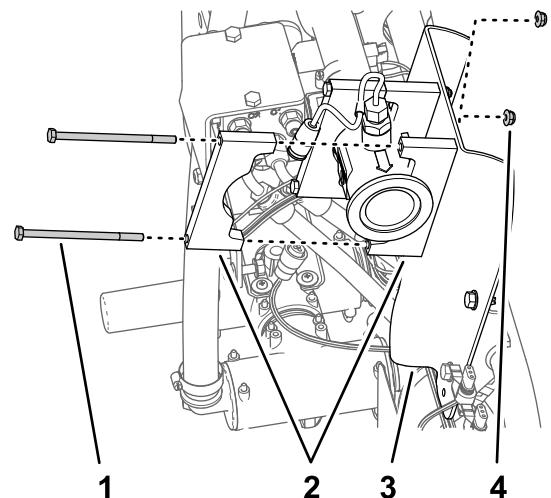

図 73
3. フローメータとフローメータブラケットとの間にサポートクランプ2個を入れ、ブラケットの穴に合わせる 図 73。
4. フローメータの裏側部分で、サポートクランプハーフを、ステップ3図 73で組み付けたクランプハーフに合わせる。
5. クランプハーフ2個で1組をフローメータのブラケットに固定する図 73ボルト1/4 x 4-1/2 インチ2本とフランジロックナット1/4 インチ2個を使用する。